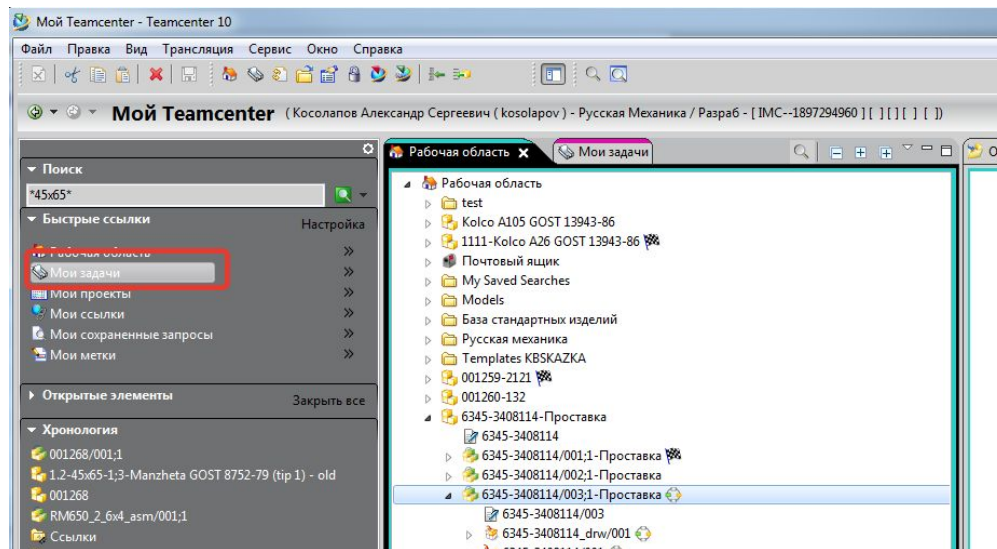

Рис. 43
5. Перейти во вкладку **Мои задачи** (рис.43).